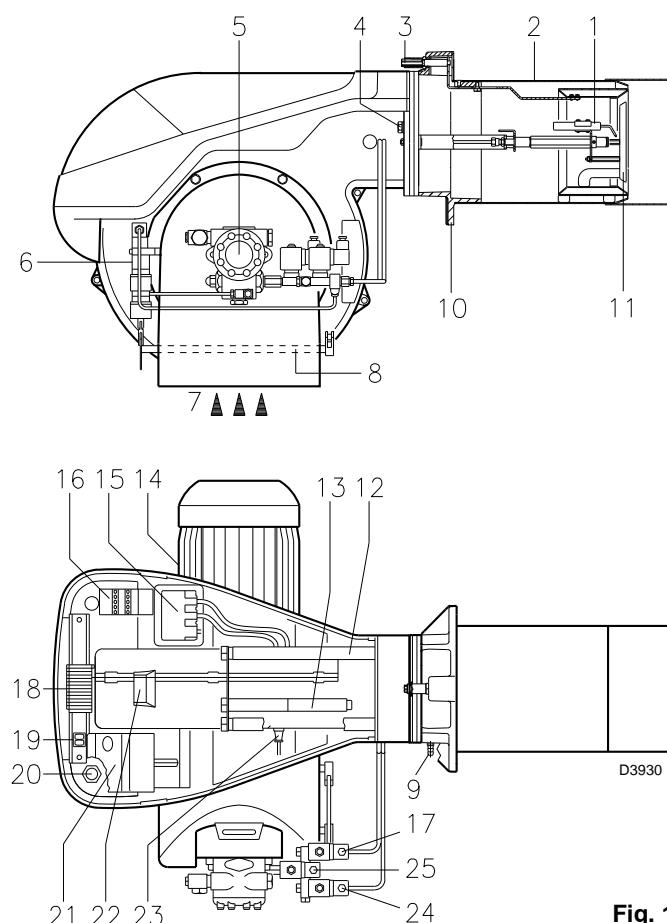

Fig. 1
Bloqueio do equipamento: o acendimento do botão (led vermelho) do equipamento 22)(Fig. 1) indica que o queimador está bloqueado.
Bloqueio do motor: para desbloquear, premir o botão do relé térmico 17)(Fig. 1).
- 4 - Prolongadores 13) (Fig. 1) para guias 12) (Fig. 1)